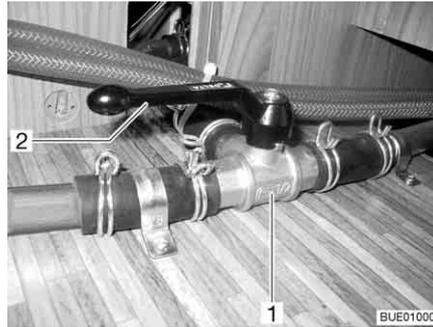

Fig. 190 Válvula de 3 vías
- Poner la palanca (Fig. 190,2) de la válvula de 3 vías (Fig. 190,1) en posición paralela al sentido de flujo recto (Fig. 190).
- Poner la palanca (Fig. 190,2) de la válvula de 3 vías (Fig. 190,1) en posición transversal al sentido de flujo recto.